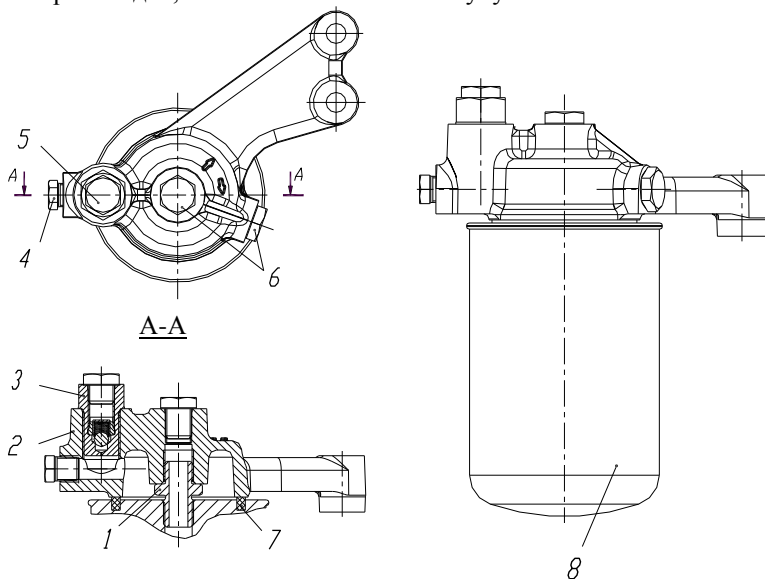

Рис. 21. Фильтр тонкой очистки топлива со сменным фильтром:
Фильтр тонкой очистки топлива (рис. 21) состоит из корпуса 2 с ввернутым к нему штуцером 1 и сменного фильтра для топлива 8. Сменный фильтр выполнен в виде неразборного патрона с металлическим корпусом. Установка сменного фильтра на корпус осуществляется наворачиванием его до упора на центральный резьбовой штуцер 1. Уплотнение между корпусом и сменным фильтром обеспечивается уплотнительным кольцом 7 сменного фильтра. В корпус 2 ввернут клапан жиклер 3. Через клапан жиклер сливается часть топлива вместе с воздухом, попавшим в систему низкого давления. Клапан жиклер отрегулирован на давление начала открытия 20...40 кПа (0,2...0,4 кгс/см²). При малом давлении в системе, что может наблюдаться при пуске двигателя, клапан перекрывает канал и слива топлива не происходит, питание ЭФУ топливом улучшается.
2. Отвернуть сменный фильтр для топлива 8 (см. рис. 21). В случае затруднённого отворачивания фильтра использовать специальный съёмник.